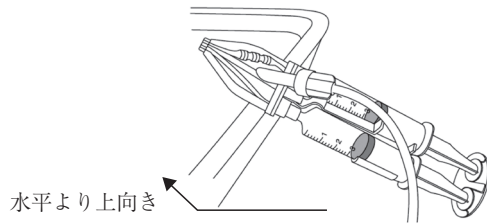

図 4
- * 7. スプレーは先端ノズル側を水平より上向きになるように置くこと。流路内の製剤が先端ノズル側に流出し目詰まりの原因になる。（図4）